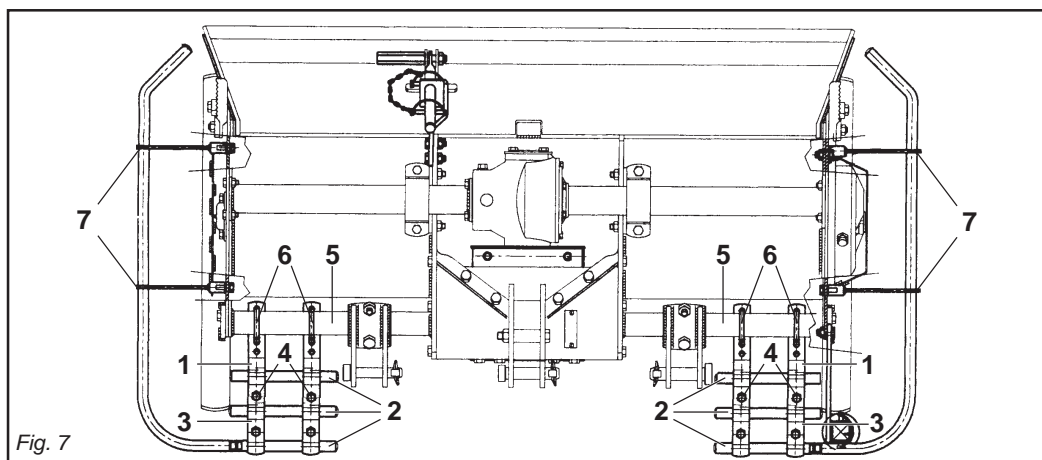

Fig. 7
- Il gruppo delle protezioni, composto dall'attacco (1 Fig. 7) che fa da fermo per i tubi (2 Fig. 7) bloccati dalla staffa (3 Fig. 7) e dalle viti (4 Fig. 7), è fissato al tubo quadro anteriore (5 Fig. 7) mediante i cavallotti (6 Fig. 7), e va posizionato uno a destra e uno a sinistra il più esternamente possibili.
- Lateralmente, su entrambe le fiancate, vanno fissate tramite le viti delle protezioni sagomate (7 Fig. 7).
- The protection unit, consisting of the coupling (1 Fig. 7) that acts as a clamp for the pipes (2 Fig. 7) locked by the bracket (3 Fig. 7) and by the screws (4 Fig. 7), is fixed to the square front pipe (5 Fig. 7) by the U-bolts (6 Fig. 7) and should be positioned as far outwards as possible, one on the right and the other on the left.
- The shaped protections should be fixed laterally with screws to both the sides (7 Fig. 7).
- Le groupe des protections, comprenant l'attelage (1 Fig. 7) qui sert de butée pour les tubes (2 Fig. 7) bloqués par la bride (3 Fig. 7) et par les vis (4 Fig. 7), est fixé au tube carré avant (5 Fig. 7) par des crampons (6 Fig. 7). Positionner une protection à droite et une à gauche, le plus possible à l'extérieur.
- Les protections galbées doivent être fixées latéralement, des deux côtés avec les vis des protections (7 Fig. 7).
- Die Gruppe der Schutzvorrichtungen, die sich aus dem Anschluß (1 Abb. 7), der zur Arretierung für die Rohre (2 Abb. 7) dient, die durch den Bügel (3 Abb. 7) blockiert werden, und den Schrauben (4 Abb. 7) zusammensetzt, wird am vorderen Vierkantrohr (5 Abb. 7) mit den U-Bolzen (6 Abb. 7) befestigt. Eine davon ist rechts und eine links, so weit wie möglich außen anzubringen.
- Seitlich auf den beiden Seitenteilen sind die geformten Schutzteile (7 Abb. 7) mit Schrauben zu befestigen.
- El grupo de las protecciones, compuesto por la conexión (1 Fig. 7) que funciona como bloqueo de los tubos (2 Fig. 7) bloqueados a su vez por el soporte (3 Fig. 7) y por los tornillos (4 Fig. 7), está fijado en el tubo cuadrado anterior (5 Fig. 7) mediante los pernos de U (6 Fig. 7) y debe ser emplazado uno a la derecha y uno a la izquierda lo más externamente posible.
- Lateralmente, sobre ambos lados, debemos fijar mediante los tornillos las protecciones molduradas (7 Fig. 7).